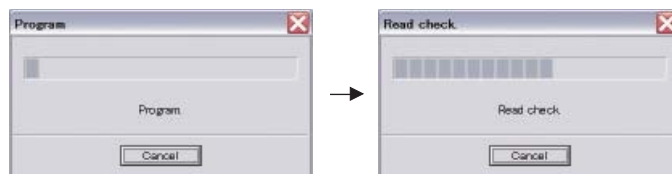

Fig. 5
6. Click [E.P.R.], then the "Erase" screen is displayed. (Fig. 5)
6. [E.P.R] をクリックすると、「Erase」が表示されます。(Fig. 5)
7. Click [OK] to start writing. (Fig. 5)
7. [OK] をクリックして書き込みを開始します。(Fig. 5)